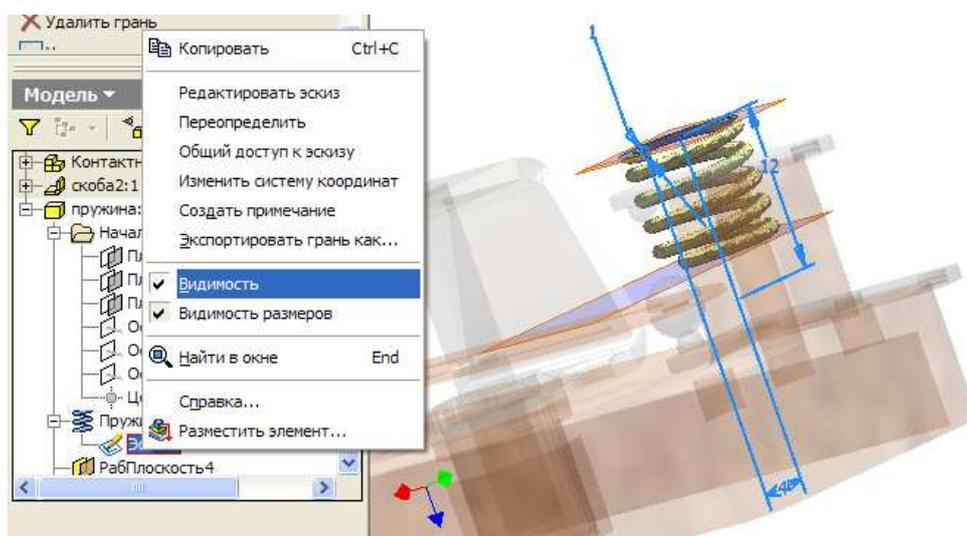

Рис. 159
2) **Совмещение** осей пружины и кнопки. Для этого нужно, чтобы ось кнопки стала видимой. В **браузере** выделите деталь **Пружина** – правой кнопкой вызовите контекстное меню – выберите команду **Редактировать**. В браузере будут активны команды, с помощью которых создавалась пружина. Откройте в браузере команду **Пружина1** , на **Эскиз1** нажмите правой клавишей – в появившемся контекстном меню поставьте галочку рядом со словом **Видимость** (Рис. 159) – **Возврат - Возврат**. Теперь ось пружины стала видимой и ее можно соеди-